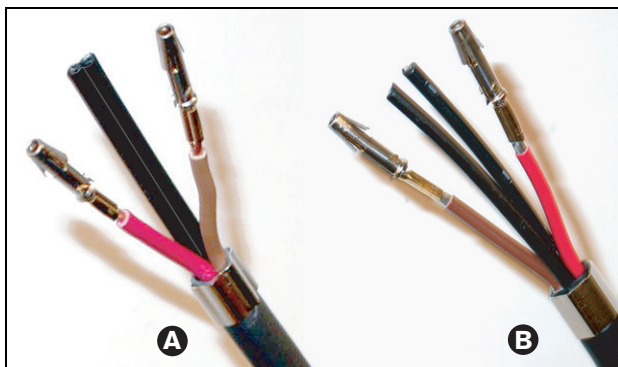

abbildung 30.15: Montierte Buchsenkontakte
- 12 Wiederholen Sie Schritt 10 bis 11 für die anderen abgezogenen Kupferdrähte. Auf abbildung 30.15 sehen Sie das Ergebnis dieses Verfahrensschritts.